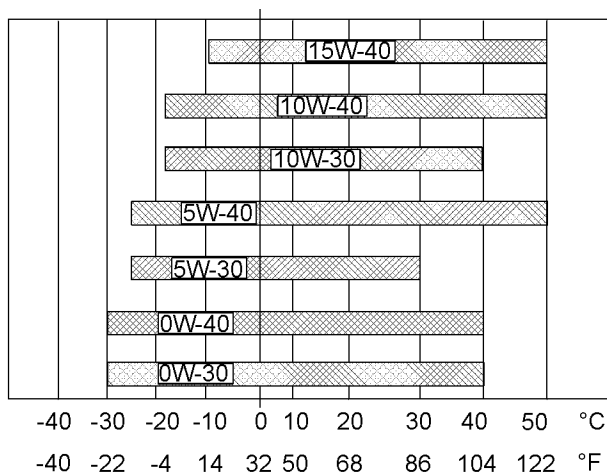

Abbildung 57
Informationen zur Bestimmung der erforderlichen Ölviskosität beim Starten eines kalten Motors sind der Abbildung 57 (Tiefsttemperatur) zu entnehmen.
Zur Bestimmung der notwendigen Ölviskosität für den Motorbetrieb bei der höchsten zu erwartenden Umgebungstemperatur siehe Abbildung 57 (maximale Temperatur).
- Siehe die entsprechenden "Schmierstoffviskositäten". Siehe die entsprechende Abbildung 57, um den richtigen Viskositätsgrad für den Motor zu bestimmen.